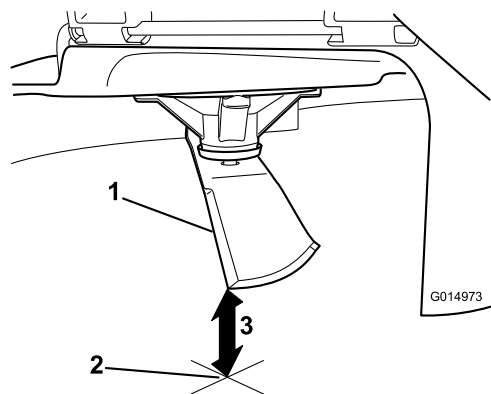

Figure 117
5. Mesurez la distance entre la pointe de la lame et la surface plane (Figure 117).